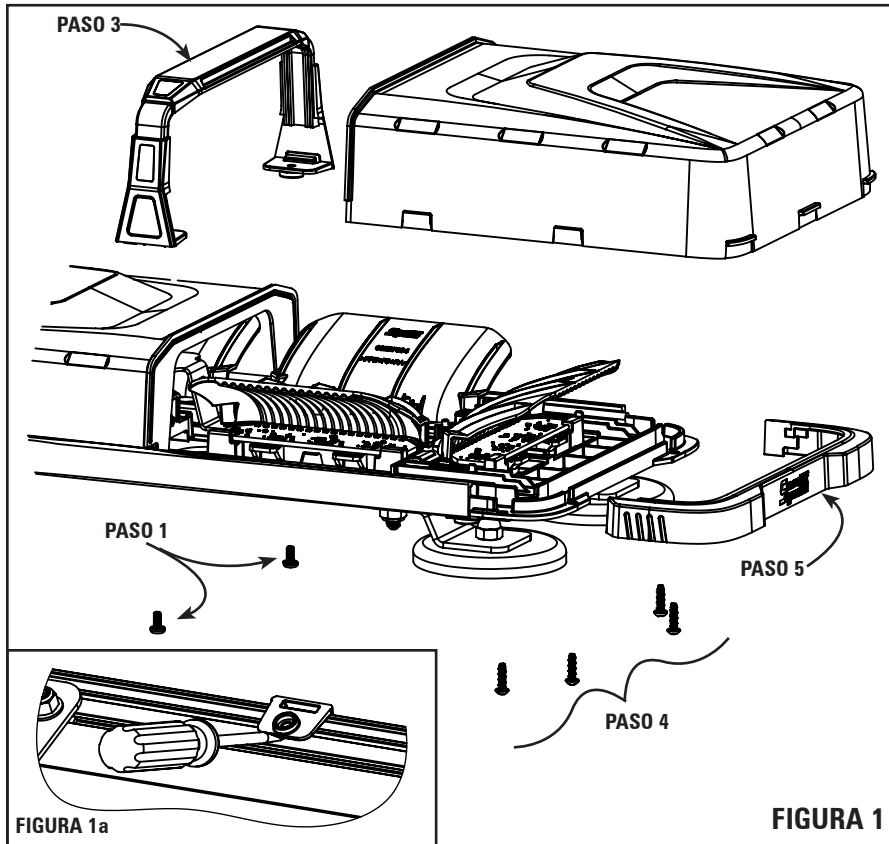

FIGURA 2
REMOCIÓN DEL MÓDULO DE LUCES (Figura 2)
1. Después de remover el ensamble del lente, inserte un destornillador de cabeza plana entre el módulo de luces negro y la base de aluminio para liberar el anillo de seguridad como se muestra en la figura 2.